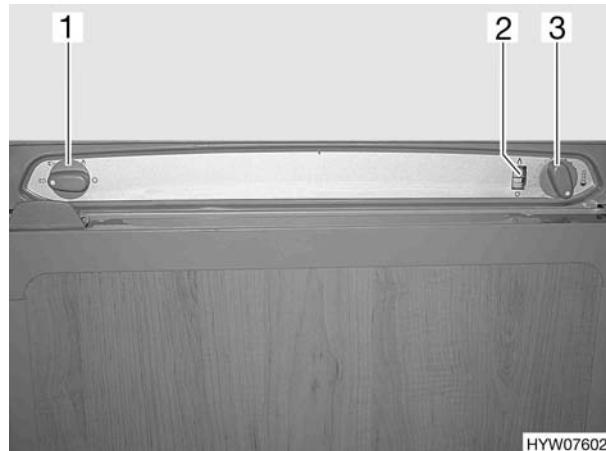

Fig. 162 Elementi di comando del frigorifero
- Posizionare il selettore di energia (Fig. 162,2) su gas .
- Spostare il pomello girevole (Fig. 162,3) fino allo stadio più alto, premerlo e mantenerlo premuto. L'alimentazione di gas è ora aperta. L'accensione avviene automaticamente. È udibile un ticchettio fino a quando procedura di accensione non è stata portata a termine.
- Mantenere premuto il pomello girevole finché l'indicatore di fiamma (Fig. 162,2) non diventa verde e poi rilasciarlo. Quando la fiamma si spegne, l'apparecchio di accensione ripete automaticamente il procedimento di accensione.
- Impostare la temperatura di refrigerazione con il pomello girevole (Fig. 162,3).
- Posizionare il selettore di energia (Fig. 162,1) su "O". Il frigorifero è spento.
- Posizionare il selettore di energia (Fig. 162,1) sull'alimentazione a 230 V .
- Posizionare il selettore di energia (Fig. 162,1) sull'alimentazione a 12 V .